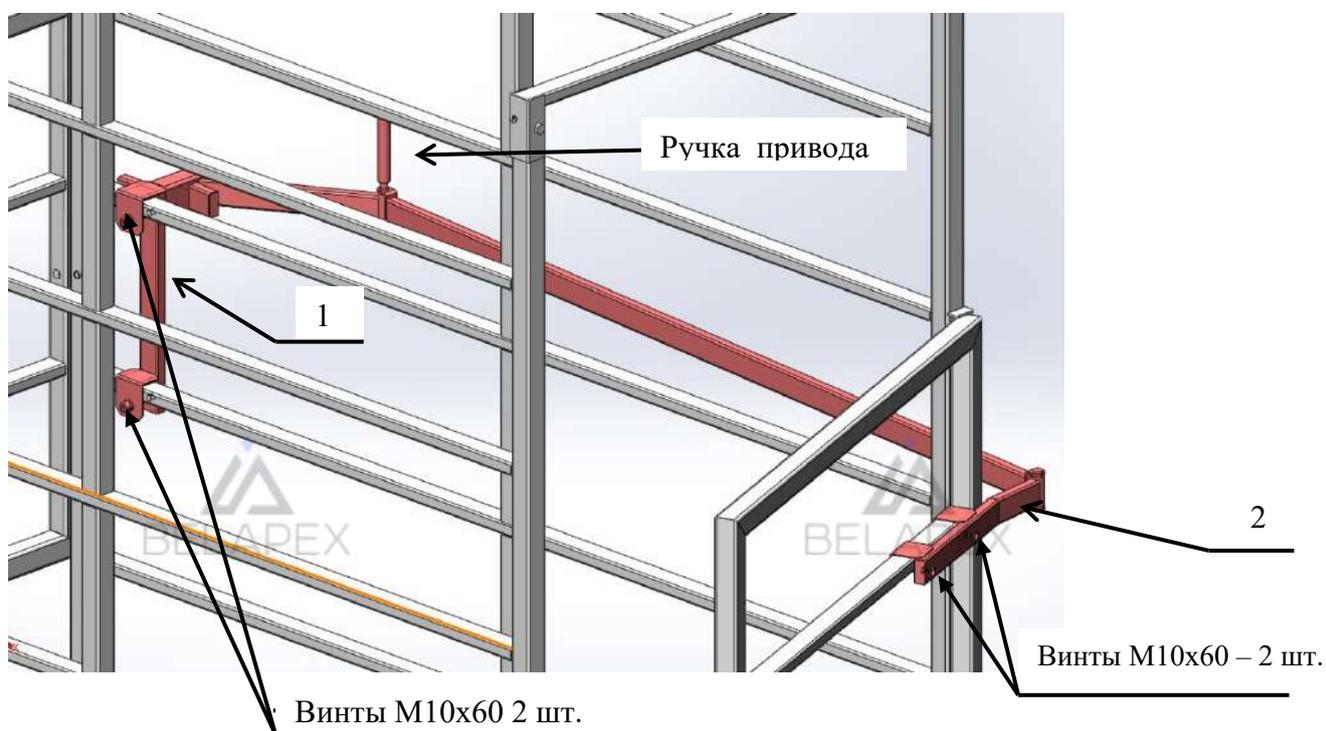

Рис.7 Схема установки механизма на ограждение весов
Схема весовой платформы с установленным механизмом затвора представлен на Рис.7
1. При полностью закрытой выходной калитке дверца должна стопориться за счет упора 2 (Рис. 8Б). Если этого не происходит необходимо перемещением вертикальной части 1, Рис.7 по перекладинам ограждения обеспечить это условие.
2. При полностью открытой дверце (дверца открыта на 90° , образует с ограждением одну линию) шарнир тяг, рис. 8А должен иметь небольшой угол «наружу» весов, иначе калитку невозможно закрыть ручкой привода, рис.7. Регулировка производится незначительным (несколько сантиметров) перемещением горизонтальной части 2 (Рис.7) вдоль перекладины калитки.